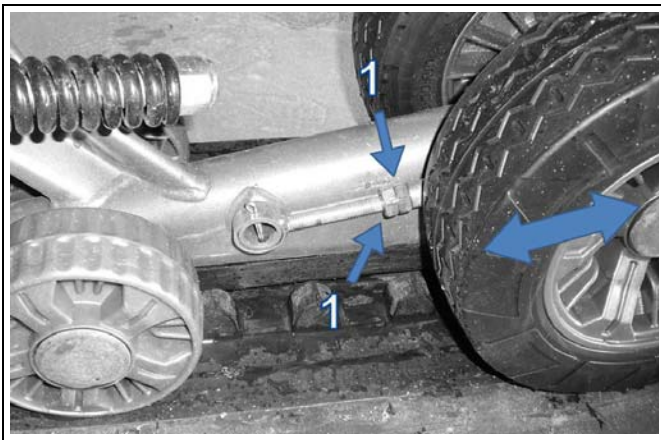

Abbildung 24
- Stellen Sie die Spannung der Gummikette auf den Minimalwert ein (siehe Abbildung 24).